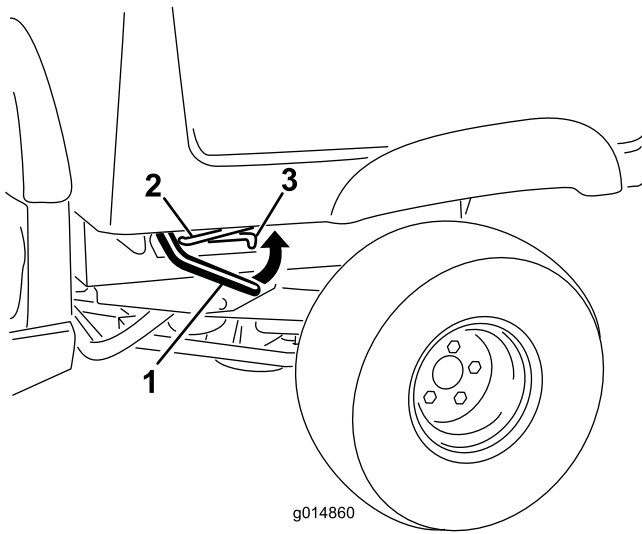

Bild 11
1. Heben Sie den Hebel an beiden Seiten der Ladepritsche an und heben Sie die Ladepritsche an (Bild 11).
1. Heben Sie den Riegel an, um die Staubox etwas anzuheben (Bild 11).
3. Senken Sie die Staubox ab, bis sie fest verriegelt ist (Bild 11).